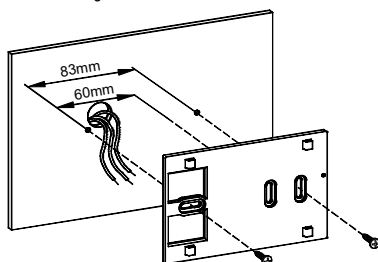

Fig. 5
- 5 Fissare la piastra direttamente sulla parete o su scatole di derivazione da 2 o 3 moduli tramite le due sedi per viti con interasse 60 mm oppure 85mm facendo attenzione a fare passare i cavi nella feritoia come indicato in Fig. 5.